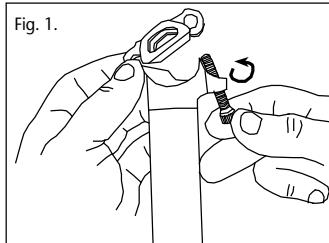

Fig. 1.
6. Re-assemble the cap to the pillar by threading the bolts 2 or 3 turns into the rotary nuts. (fig 1).
6. Reinstallez le capuchon sur la colonne en enfilant les boulons 2 ou 3 tours dans les écrous tourants. (fig 1).
6. Montieren Sie das Oberteil wieder auf der Stütze, indem Sie die Bolzen 2 bis 3 Umdrehungen weit hineindrehen (fig. 1).
6. Rimontare il coperchio sul gambo avvitando i bulloni due o tre giri nelle spine rotanti. (fig 1.).